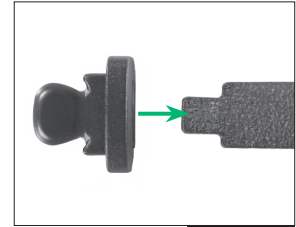

FIGURE 1
- Fixez un embout de plastique sur chacune des branches, puis acheminez la branche dans l'ouverture à l'avant de la crosse. Une fois cette étape effectuée, fixez l'embout de plastique restant à l'autre extrémité de la branche en appuyant fermement pour vous assurer que les deux embouts sont bien enfoncés. (Fig. 1). Appuyez les embouts contre une surface solide pour les enfoncer complètement sur la branche.